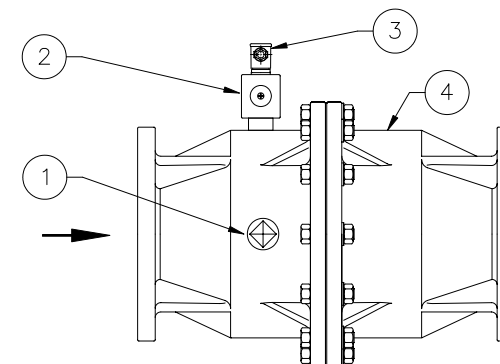

Fig. 3 Componenti elettrovalvole 500 mbar e 6 bar con attacchi DN 200 DN 200 500 mbar and 6 bar connections electro-valves components
- Avec attaches DN 200 (Fig. 3) tourner l'écrou de réarmement (1) dans le sens des aiguilles d'une montre jusqu'à l'enclenchement.
- Avec attaches DN 200 (Fig. 3)
- Avec attaches DN 200 (Fig. 3) vérifier périodiquement l'intervention de l'électrovanne. Il n'est prévu aucun autre type d'entretien périodique à effectuer sur le lieu de l'installation.
- Con attacchi DN 200 (Fig. 3) ruotare la manopola di riarmo (1) in senso orario fino ad avvenuto aggancio.
- Con attacchi DN 200 (Fig. 3) ruotare la manopola di riarmo (1) in senso orario*
- Con attacchi DN 200 (Fig. 3) verificare periodicamente l'intervento dell'elettrovalvola; non è previsto nessun altro tipo di manutenzione periodica da effettuarsi sul luogo dell'installazione.